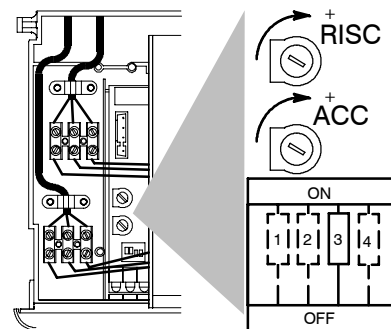

fig. 7.6
Per tarare l'accensione spostare il micro selettore "3" fig. 7.6 in posizione OFF ed agire sul potenziometro "ACC" con un cacciavite appropriato fino a ottenere un'accensione corretta (consultare la tab. 7.5). Ad operazione terminata riposizionare il micro selettore "3" in posizione ON.
- Agire con un cacciavite appropriato sul potenziometro di regolazione "RISC" fig. 7.6